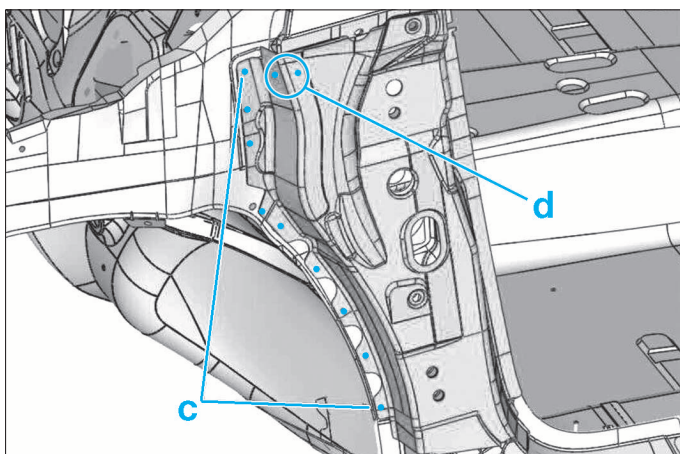

FIG. 46
- Fraiser les 9 soudures (c) (Fig.46).